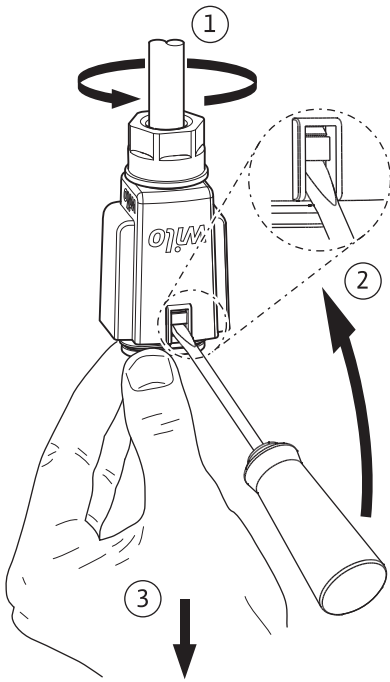

Fig. 6: Wilo-Connector-liittimen irrottaminen
- Vedä Wilo-Connector pumpusta ja irrota se sopivalla ruuvimeisselillä (Fig. 6).